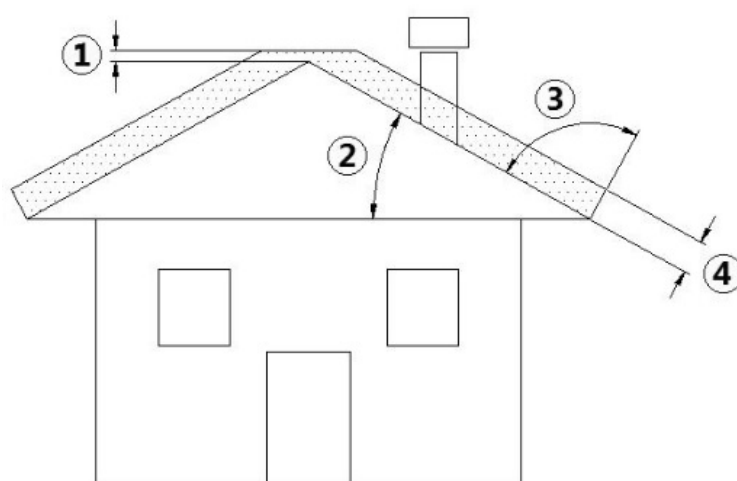

Fig. 3 - Tetto inclinato
LEGENDA	Fig. 3
- La quota di sbocco in atmosfera deve essere al di fuori della zona di reflusso provocata dalla conformazione del tetto o da ostacoli che si trovano in prossimità (vedi **Fig. 3**).